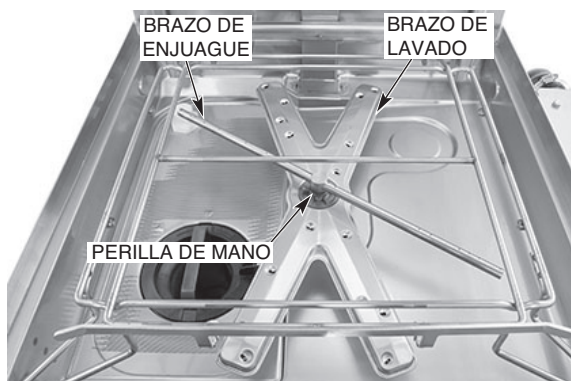

Fig. 22
6. Asegúrese de que los brazos de lavado y enjuague superior e inferior (Figs. 22, 23) giren libremente y estén libres de cualquier obstrucción. Si no es así, retire los brazos y elimine cualquier obstrucción. Consulte la sección Mantenimiento, página 29.
Los brazos de lavado y enjuague superior e inferior (página 23, Figs. 22, 23) deben girar libremente y continuar girando durante unos segundos después de ser girados a mano. Retire cualquier obstáculo que provoque un funcionamiento incorrecto.
Para retirar el brazo de lavado inferior, desenrosque la perilla manual y levante el brazo de enjuague (Fig. 22). El brazo de lavado se puede levantar una vez retirado el brazo de enjuague.